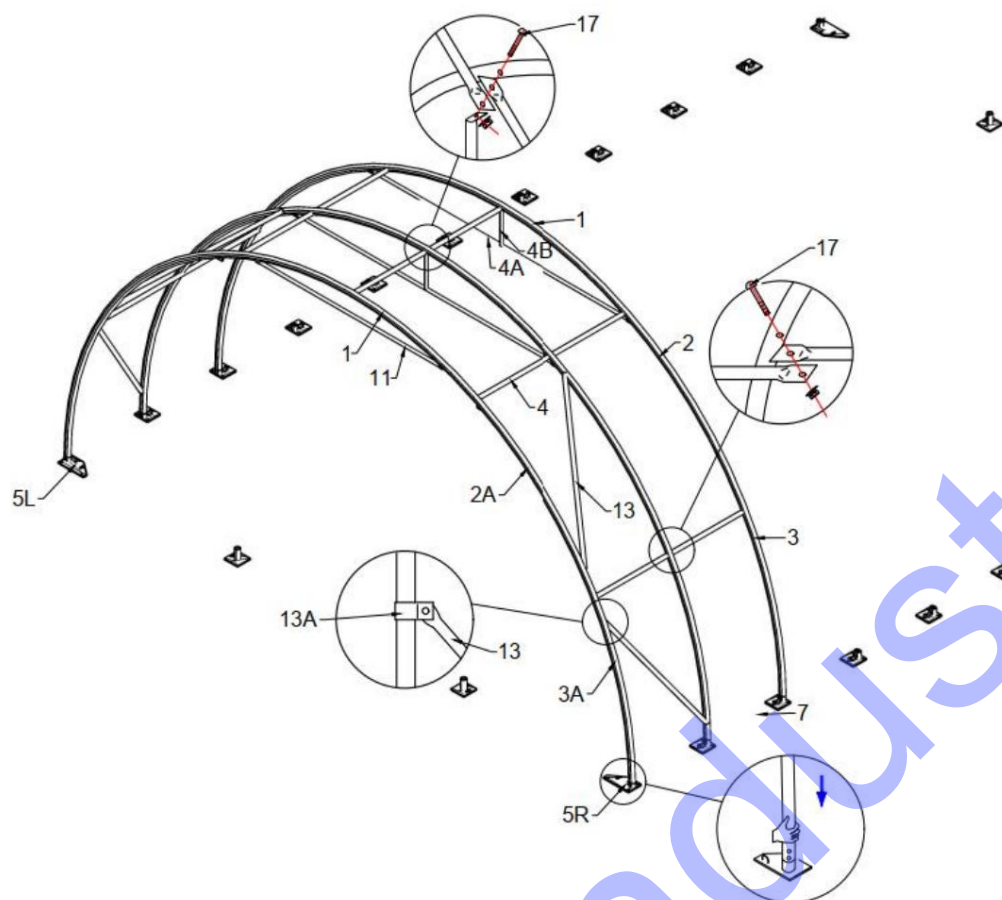

Figure 5
2. Connectez le tube de renfort diagonal (n° 13) avec le clip (n° 13A) entre les tubes coudés inférieurs comme illustré sur la figure 5.